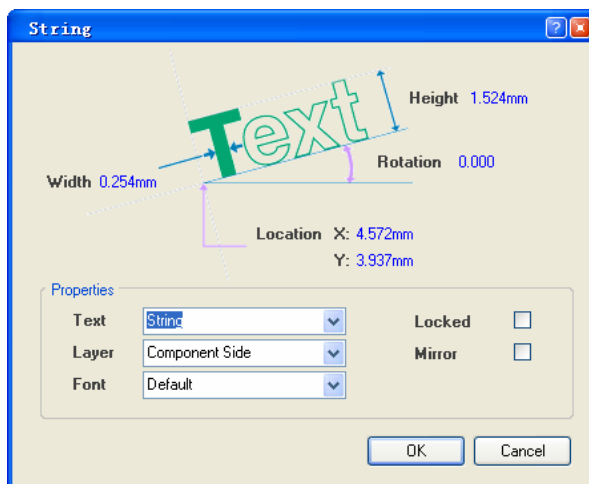

图 7.55 “String”对话框
(1) 在工作区选择放置字符串的 PCB 板层，单击“Wiring”工具栏中的字符串工具按钮，或者选择“Place”->“String”命令。
(2) 单击“Tab”键，打开如图 7.55 所示的“String”对话框。
如图 7.55 所示的“String”对话框用于设置添加的字符串的属性，其中的选项功能如下。